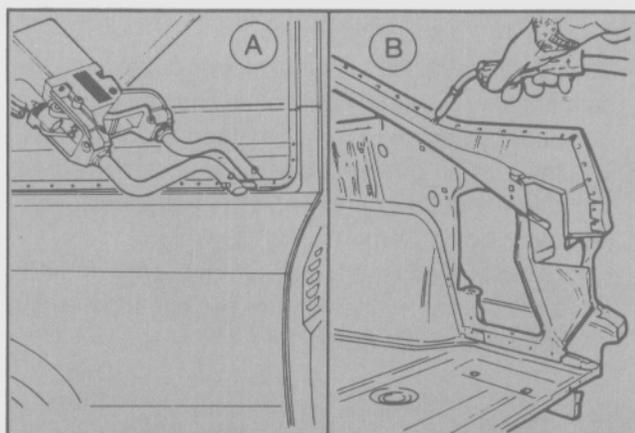

Fig. 33
- Las piezas nuevas se deben soldar por puntos siempre que sea posible. (Fig. 33 A). Se dispone para ello de brazos de electrodos de diferentes diseños.
- Con el fin de evitar que se queme la capa de pintura rica en zinc entre los paneles, las operaciones de soldadura y cobresoldadura se han de limitar a aquellos emplazamientos donde no se pueda aplicar la soldadura por puntos. (Fig. 33 B). Se debe retirar de la zona de soldadura los materiales inflamables. Hay que tener siempre a mano un extinguidor de incendio cuando se realizan operaciones de soldadura.